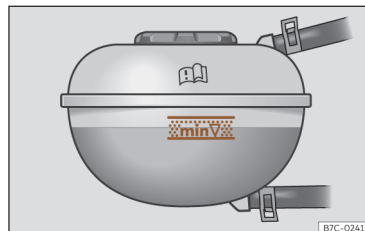

Fig. 219 No compartimento dianteiro:
• Com o motor a frio, verifique o nível do líquido de refrigeração nas marcas laterais do depósito de expansão >>> **Fig. 219**. O nível do líquido de refrigeração deverá encontrar-se entre as marcas.
• O nível do líquido de refrigeração deve encontrar-se dentro das marcas gravadas no depósito de expansão >>> **Fig. 219. Nunca exceda o limite superior da zona assinalada** >>> ⚠.
>>> Fig. 219. Caso contrário, quando a temperatura sobe, o líquido restante será expulso do sistema de refrigeração do motor e pode causar danos.